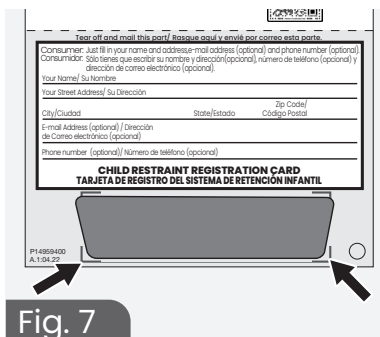

Fig. 7
3. **Despliegue** la nueva tarjeta de registro, localice la sección de información al consumidor y pegue la etiqueta de fecha de fabricación correspondiente a la que se aplicó al sistema de retención infantil anteriormente en el paso 2 (fig. 7).